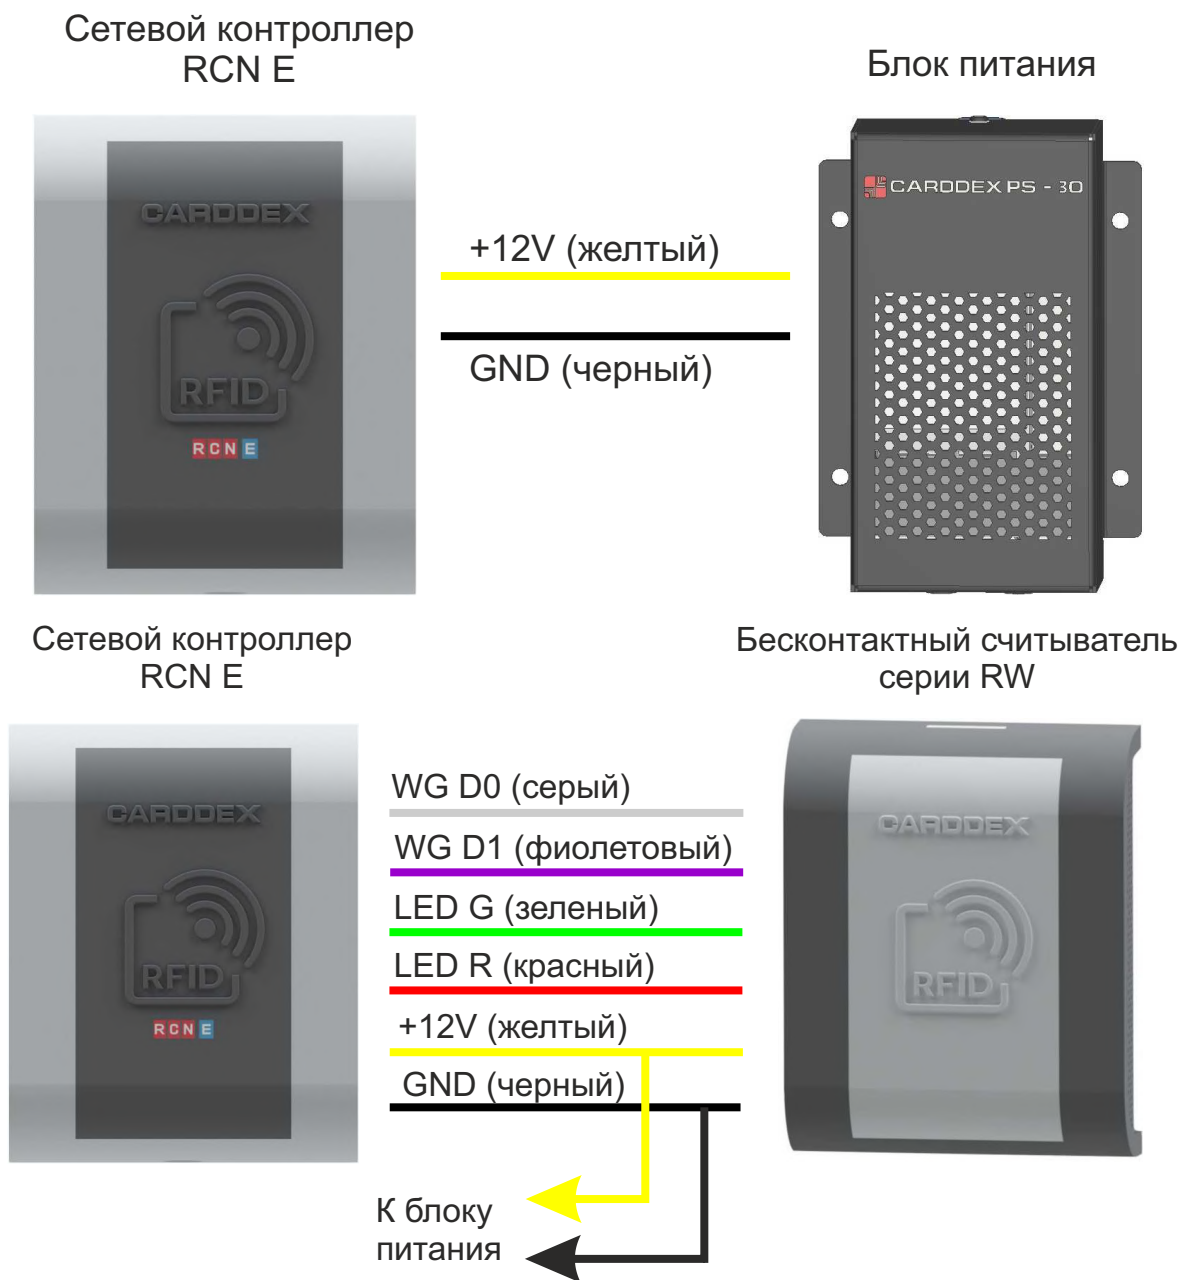

Рисунок 4.1 Подключение контроллера и считывателя к питанию
1. Контроллер и внешний считыватель подключать к одному источнику постоянного тока (Рисунок 4.1). Мощность источника выбирается с запасом в зависимости от тока потребления замка.